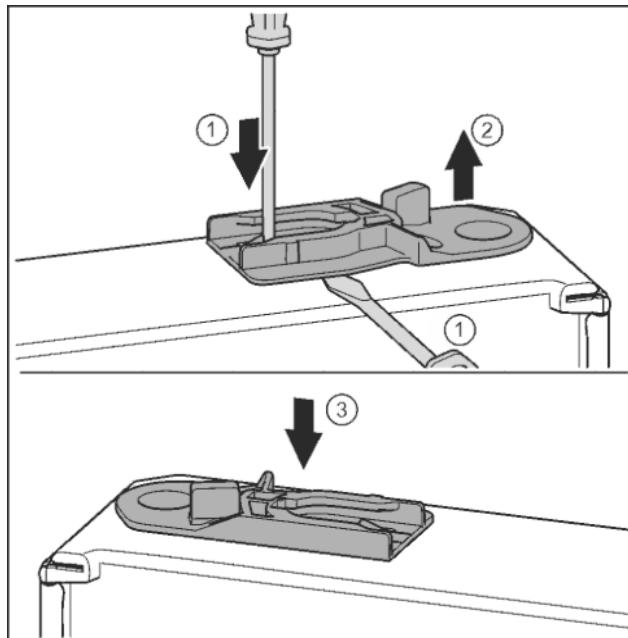

Fig. 33
- ▶ Извлечь направляющее гнездо: нажать накладку шлицевой отверткой и одновременно переместить ее шлицевой отверткой под направляющее гнездо. *Fig. 33 (1, 2)*
- ▶ Прилагаемое при поставке направляющее гнездо установить на другой стороне корпуса. *Fig. 33 (3)*